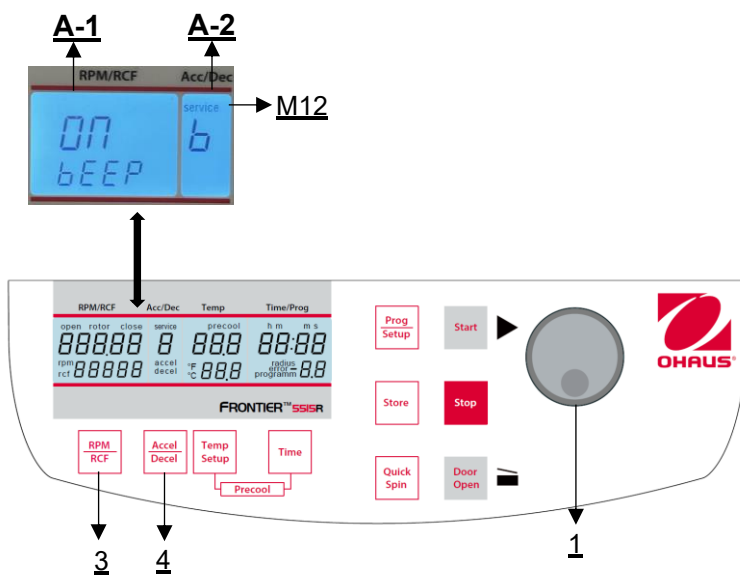

Figura 34
Proceda como se describe en el punto 4.1.1 para entrar en este modo de programación y, a continuación, pulse la tecla "**Accel/Decel**" (4). En la pantalla "**Acc/Dec**" (A-2) parpadea la palabra "**Service**" (M12). Seleccione ahora la letra "**b**" con el botón de ajuste (1). Como resultado, en la pantalla "**RPM | RCF**" (A-1) aparece la palabra "**ON/BEEP**". Después de pulsar la tecla "**RPM | RCF**" (3), puede activar (On) o desactivar (Off) el sonido del teclado con el botón de ajuste (1) (véase la figura 34).